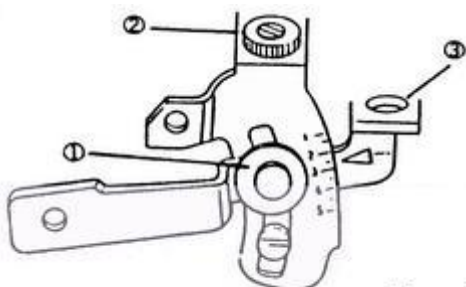

Рис. 11
9. РЕГУЛИРОВКА ДИФФЕРЕНЦИРОВАННОЙ ПОДАЧИ МАТЕРИАЛА, РИС. 11, ТАБЛ. 3 .